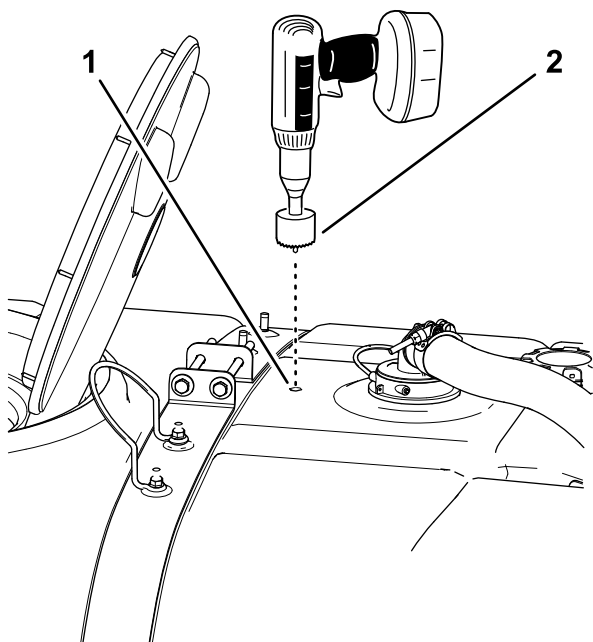

Рисунок 18
4. Просверлите в отмеченном месте отверстие с помощью цилиндрической пилы диаметром 4,5 см (Рисунок 18).